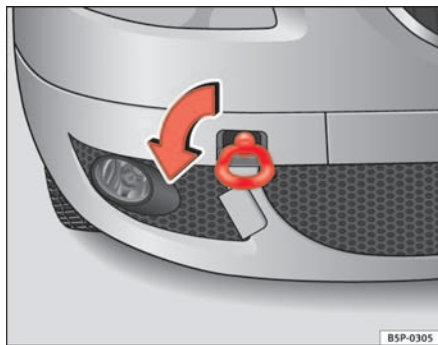
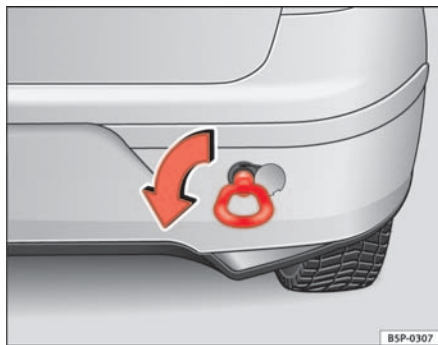

Fig. 201 Enroscar a argola de reboque na parte dianteira direita do veículo
Fig. 202 Enroscar a argola de reboque de trás
- Enroscar a argola de rebocagem no sentido da seta *para a esquerda*, até ao batente, à frente ⇒ **fig. 201** ou atrás ⇒ **fig. 202** no respectivo furo roscado.